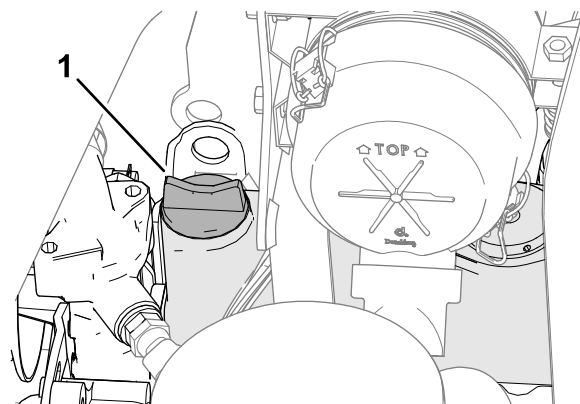

Bild 69
5. Entfernen Sie bei niedrigem Ölstand den Ölfülldeckel (Bild 69), gießen langsam kleinere Ölmengen ein und prüfen den Stand regelmäßig, bis die Voll-Markierung am Peilstab erreicht wird.